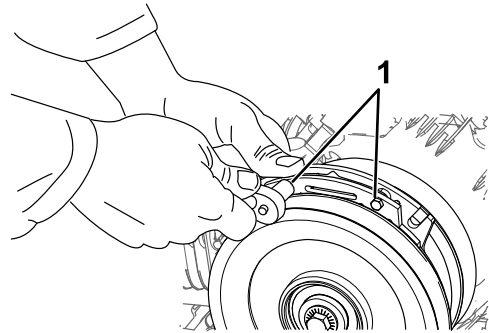

Figure 60
- A. Desserrez les boulons de fixation du frein d'un demi-tour à un tour complet, comme montré à la Figure 60.